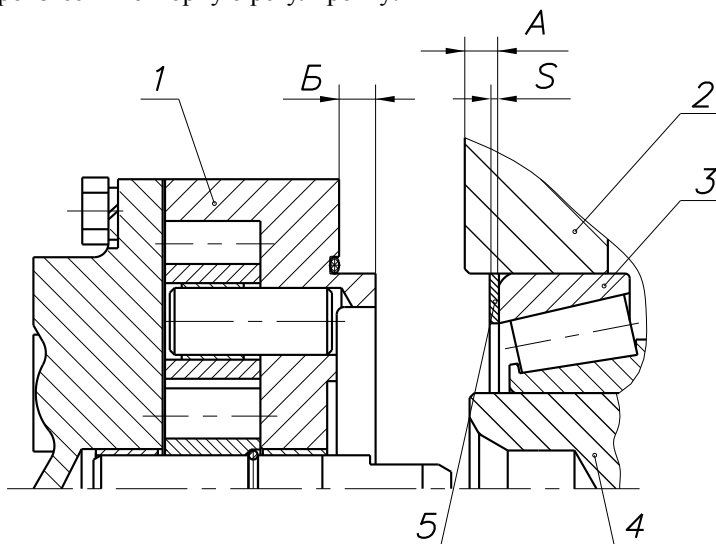

Рис.115:
5.1. Установить в расточку картера коробки передач наружное кольцо переднего подшипника промежуточного вала, после чего измерить абсолютную величину размера А (между торцами картера и наружным кольцом подшипника) рис. 115. При этом, наружное кольцо заднего подшипника промежуточного вала должно быть плотно (под усилием собственного веса вала) прижато к торцу проставки демультипликатора, а наружное кольцо переднего подшипника - к роликам. Перед замером промежуточный вал провернуть не менее пяти оборотов.